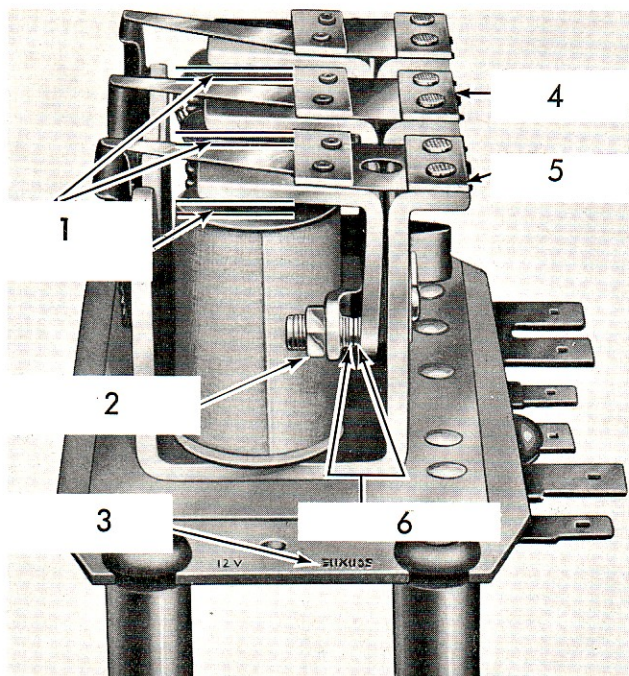

Fig. 26.
Les renseignements donnés dans cette section s'appliquent aux régulateurs de tension de 11 et 22 ampères. Ces régulateurs de tension ne sont pas interchangeables. Un régulateur de tension de 11 ampères doit être utilisé avec une dynamo de 11 ampères, et un régulateur de 22 ampères avec une dynamo de 22 ampères. Les régulateurs de tension de 11 et 22 ampères sont repérés par le numéro estampé sur l'embase (Voir Fig. 26). Se référer aux caractéristiques page 70 pour identifier les numéros respectifs. Les vérifications électriques et les réglages mécaniques sont identiques pour les deux modèles ; les valeurs différentes de réglage sont données dans le texte.
cifiées, les entrefers noyau/armature mobile doivent être réglés (Voir Fig. 26). Les valeurs des entrefers sont données page 70.
L'entrefer armature mobile/noyau du conjoncteur/disjoncteur doit être compris entre 0,89 et 1,14 mm. Vérifier en insérant une cale convenable jusqu'à ce que celle-ci bute sur les têtes de rivet (Fig.26).
3. Démonter les contacts réglables de l'élément régulateur de tension ou d'intensité en desserrant les contre-écrous (Fig. 26) et en dévissant les contacts de leurs supports.